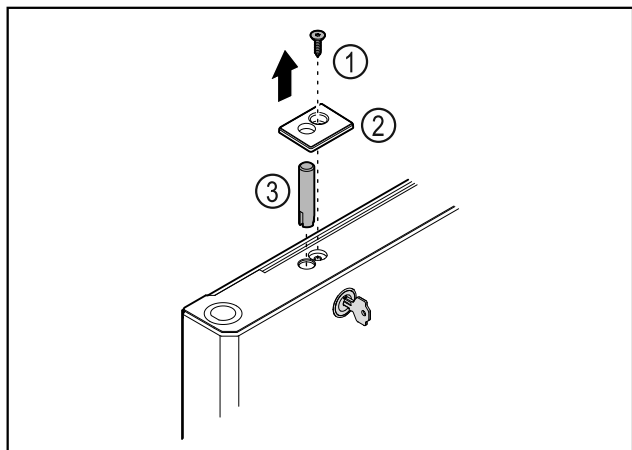

Fig. 32
- Rimuovere la vite Fig. 32 (1).
- Disinnestare la copertura Fig. 32 (2) con l'ausilio di un piccolo cacciavite e rimuoverla.
- Estrarre il perno della serratura Fig. 32 (3).